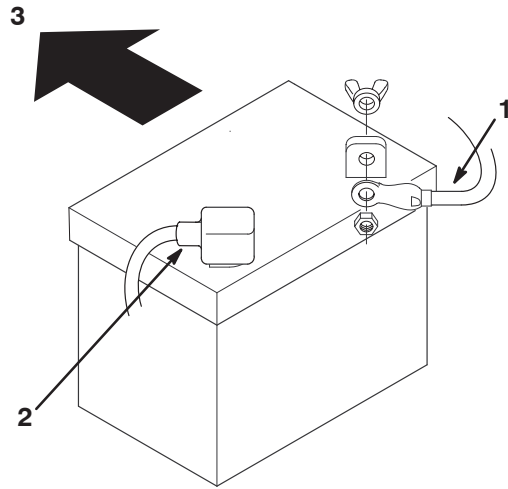

Figure 27
7. Débranchez le câble négatif (noir) de mise à la masse de la borne de la batterie (Fig. 27).
9. Débranchez le câble positif (rouge) de la borne de la batterie (Fig. 27).
1. Placez la batterie sur le châssis, en dirigeant les bornes vers l'avant de la machine (Fig. 27).
3. Connectez le câble positif (rouge) à la borne positive (+) de la batterie à l'aide du boulon et de l'écrou papillon (Fig. 27). Glissez le capuchon en caoutchouc sur la borne de la batterie.
4. Connectez le câble négatif (noir) à la borne négative (–) de la batterie à l'aide du boulon et de l'écrou papillon (Fig. 27). Glissez le capuchon en caoutchouc sur la borne de la batterie.